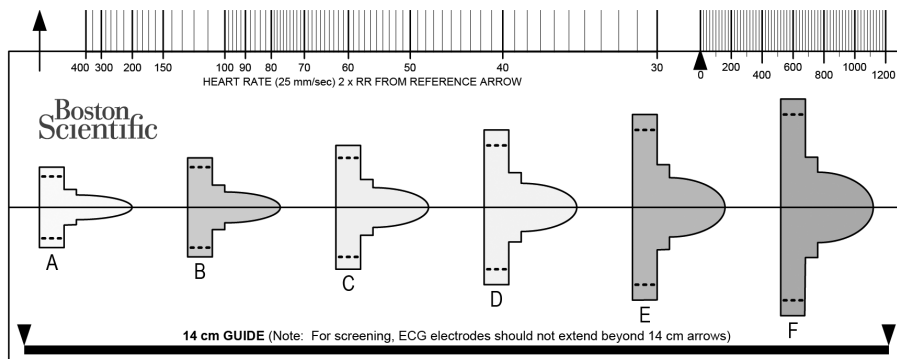

Figura 1. Strumento per la selezione del paziente
Lo strumento per la selezione del paziente, modello 4744 (Figura 1 Strumento per la selezione del paziente a pagina 18) è uno strumento di misurazione personalizzato realizzato in materiale plastico trasparente con profili colorati. A ciascun profilo colorato è assegnata una lettera (A, B, C, D, E, F) per facilità di riferimento. I profili sono progettati per garantire prestazioni appropriate del dispositivo identificando caratteristiche di segnale che potrebbero comportare risultati di rilevazione insoddisfacenti per un paziente prima dell'impianto. Il processo di selezione del paziente viene completato in tre fasi: (1) Raccolta dell'ECG di superficie, (2) Valutazione dell'ECG di superficie e (3) Determinazione di un vettore di sensina accettabile.